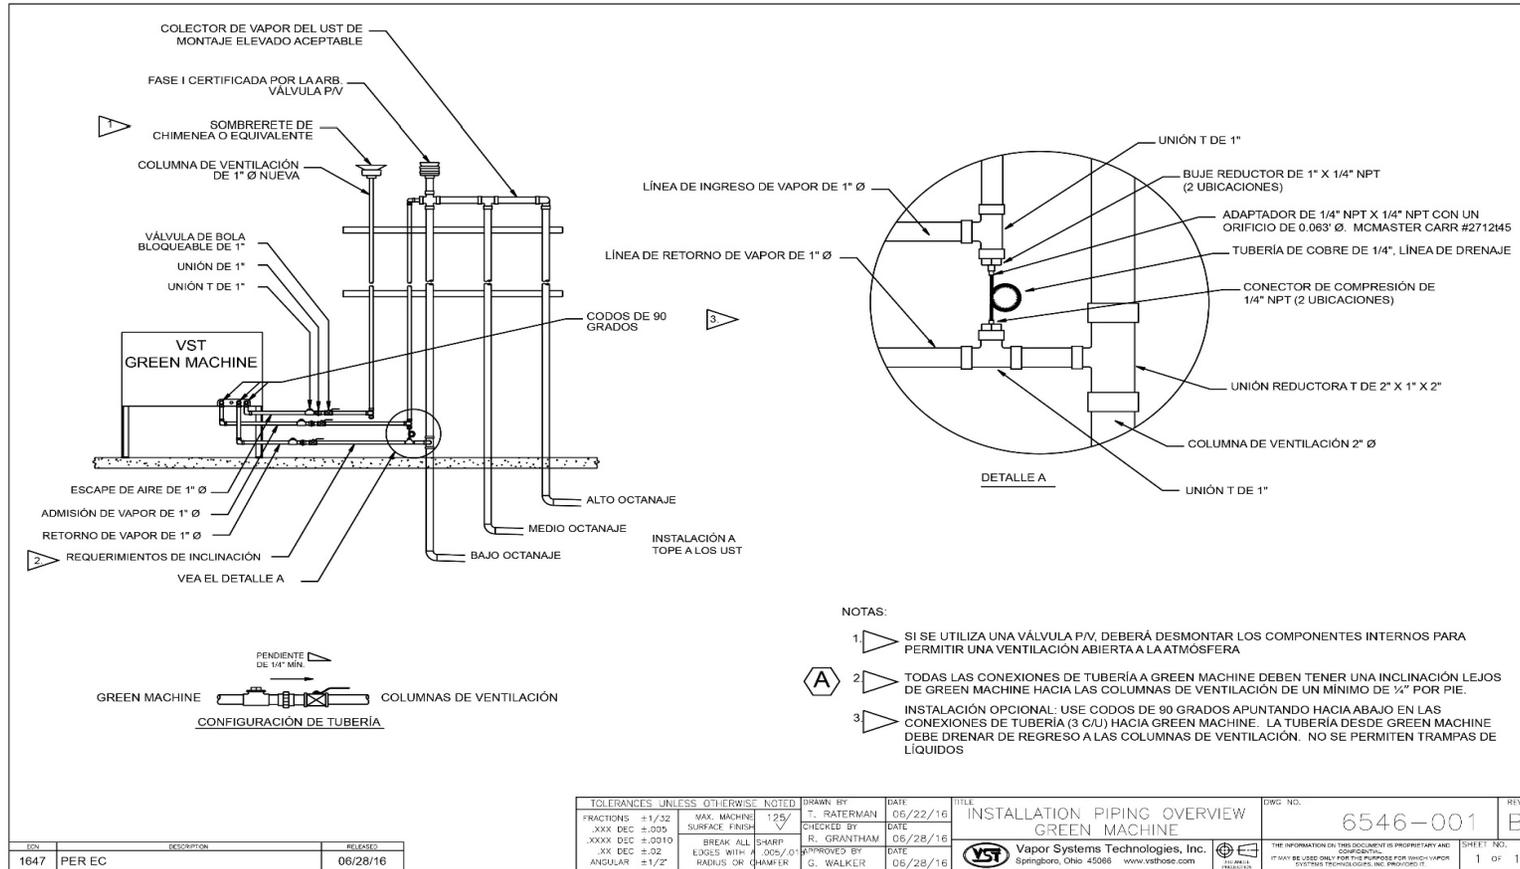

Figura 2-1: Descripción de las tuberías de vapor
- La línea de drenaje de ¼" de diámetro con el adaptador provisto debe instalarse según la **Figura 2-1**.
- Instale una tubería de entrada de vapor de 1" y una tubería de retorno de vapor de 1" como se muestra en la **Figura 2-1** desde las conexiones de entrada de vapor y retorno de vapor en GREEN MACHINE a una línea de venteo existente.
- Desde la línea de venteo, instale le válvula de bola de bloqueo de 1", luego la unión de 1" y luego la conexión en T de 1". **Vea la Figura 2-1.**
- La tubería de 1" debe inclinarse hacia afuera de la GREEN MACHINE un mínimo de ¼" por pie. **Vea la Figura 2-1.**
- Desde la línea de venteo, instale le válvula de bola de bloqueo de 1", luego la unión de 1" y luego la conexión en T de 1" como se muestra en la **Figura 2-1.**